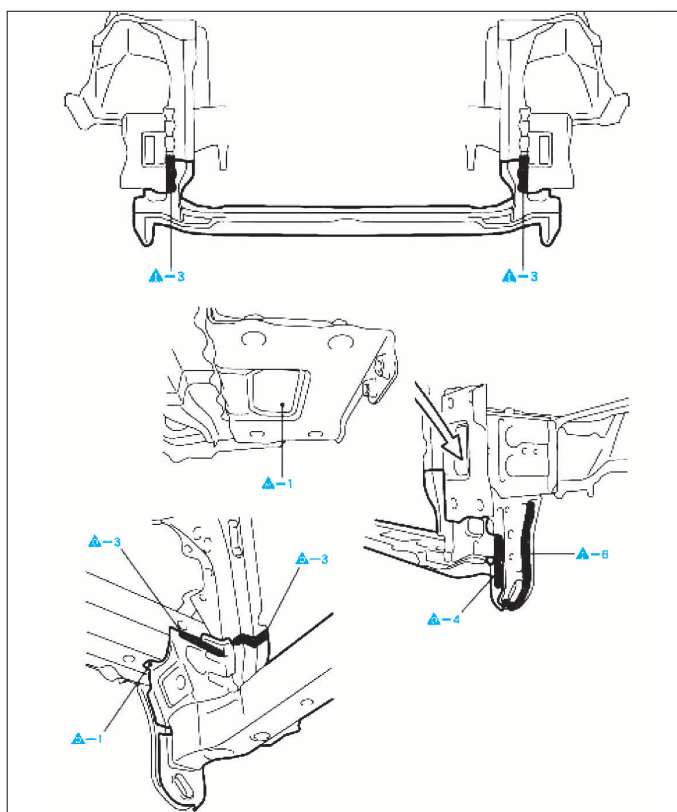

FIG. 1
- Dépointer aux endroits indiqués (Fig.1).